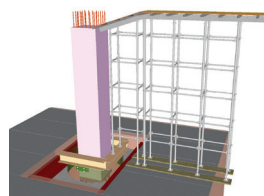

図 9 横梁型枠支保工組立
柱の建込みに際しては、図 8 に示す架台でプレキャスト柱を固定し、高さ・位置の調整を行う。高さの調整は調整プレートの挿入およびボルトのネジ機構を活用することにより、位置の調整はプレートに設けられた長孔の範囲内でボルトの固定位置を調整することにより行う。架台は、図 9 に示す横梁の型枠支保工に支障しないようコンパクトな形状とするとともに、工事期間中の耐震性を満足させるように、ボルトで根巻き鋼管に固定することにより転倒防止を行う。
③ 横梁コンクリート打込み（図 9、図 10）